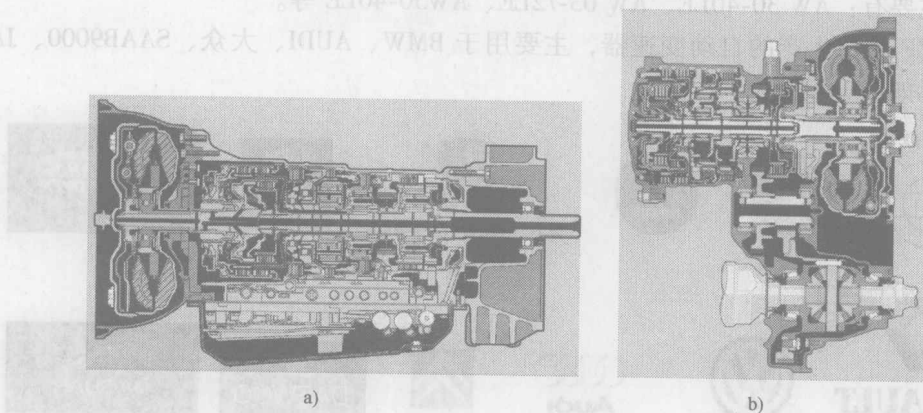

图1-3 自动变速器前驱和后驱的形式
2. 根据所学知识,分辨图1-3中的自动变速器的形式(前驱/后驱)。